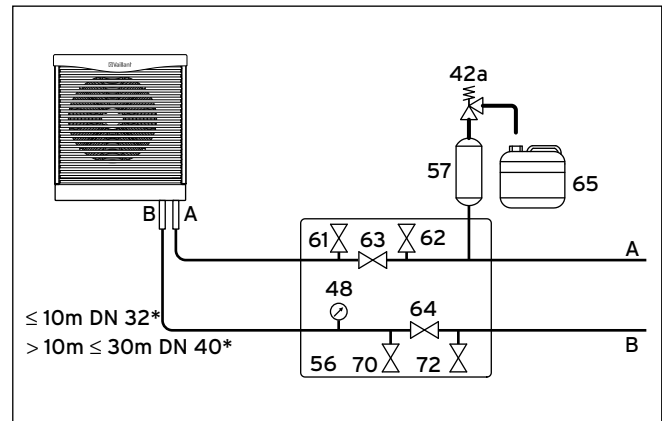

Abb. 5.7 Armaturen im Solekreis (* einfache Strecke)
- Installieren Sie den Sole-Auffangbehälter (→ Abb. 5.7, Pos. 65) drucklos am Sicherheitsventil (42a).